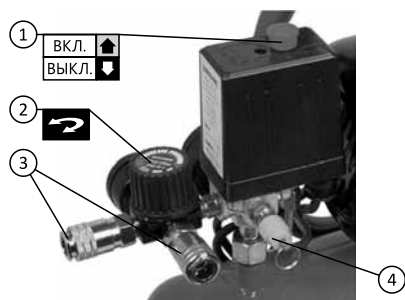

Рис. 4. Положения мембранного переключателя при запуске и регулировка давления редукционным клапаном
4. Откройте выпускной клапан, установите кнопку мембранного переключателя (прессостата) в положение ВКЛ. (рис. 4) и запустите компрессор на 10 мин. в свободном режиме, чтобы убедиться, что все движущиеся детали достаточно смазаны перед очередной эксплуатацией.
6. Давление сжатого воздуха на выходе может регулироваться редукционным клапаном. Потяните вверх ролик редукционного клапана и вращайте его по часовой стрелке, чтобы повысить давление (рис. 4).